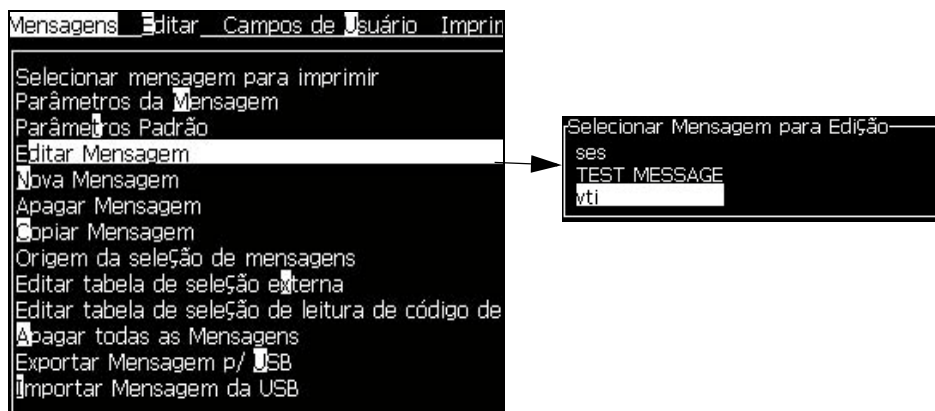

Figura 5-51
- 2 Selecione *Editar mensagem*. A caixa de diálogo *Selecionar mensagem para edição* aparece. Consulte a seção Figura 5-51.